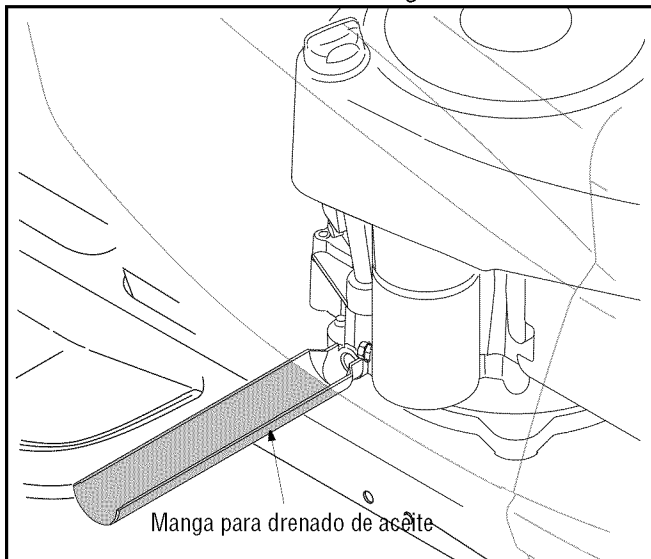

Figura 18
- Coloque el extremo pequeño de la manga de drenado en el cárter. Vea la Figura 18.